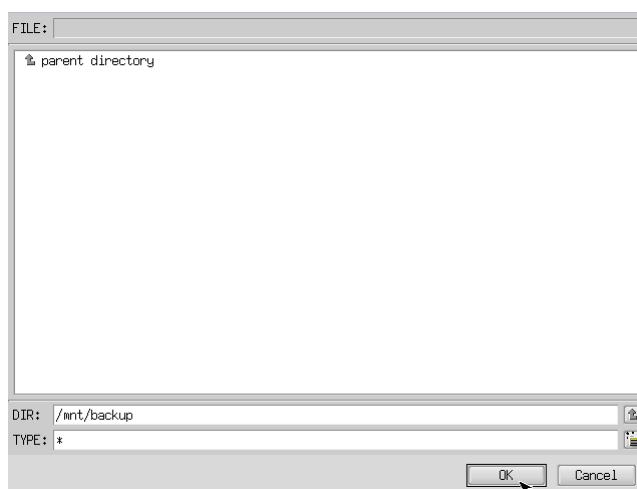

図 6-3-3. フォルダ参照画面
- ⑦ フォルダ参照画面（図 6-3-3）が表示されます。②で接続したパーティションは、/mntにマウントされますが、/mnt以下のフォルダを選択してください。[OK]を押すとフォルダ選択画面にもどります。